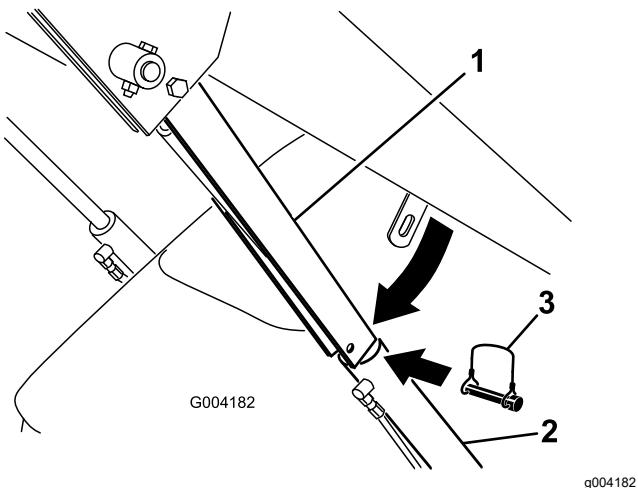

Figure 22
4. Enlevez la goupille à anneau qui fixe le dispositif de blocage de vérin au bras de chargeuse (Figure 22).
5. Abaissez le dispositif de blocage sur la tige du vérin et fixez-le en position à l'aide de la goupille à anneau (Figure 22).